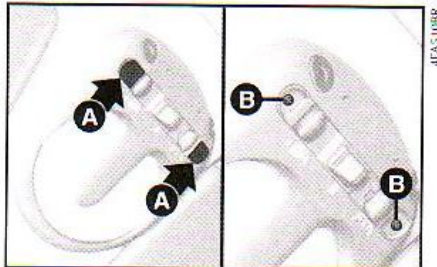

fig. 43
LUZ INTERNA DIANTEIRA - figs. 43 ou 44
1) Retirar os tampões de plástico **A**-fig. 43 ou 44.